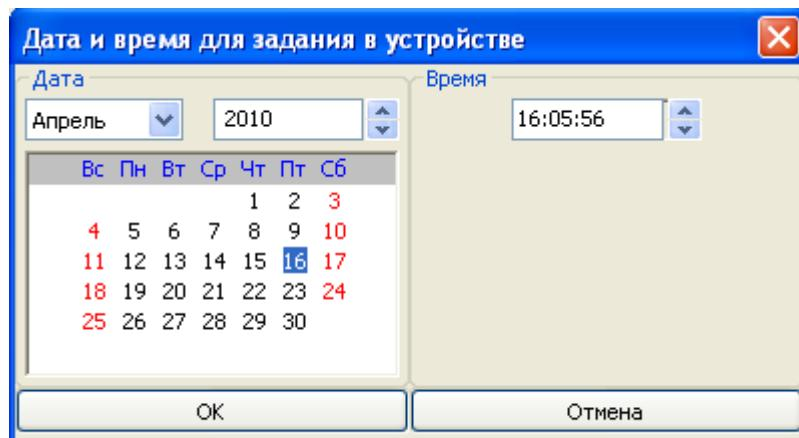

Рисунок 6. Окно «Дата и время для задание в устройстве»
- кнопка «**Дата/время в устройстве...**». Кнопка активна для СИ, имеющих (либо эмулирующих) внутренние часы. По нажатию кнопки отображается окно «Дата и время для задание в устройстве» (Рисунок 6). Выбранные в окне дата и время передаются в память СИ кликом на кнопке «Ok»;